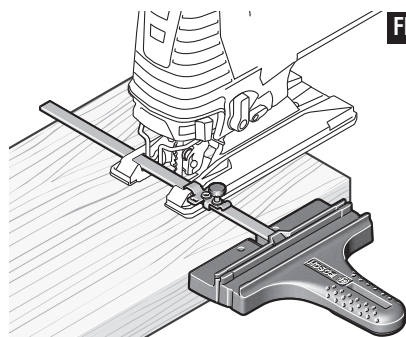

FIG. 14
1. La surface du guide longitudinal doit être positionnée LE LONG de l'ouvrage (Fig. 14).
4. Insérez la fiche de la scie sauteuse dans la source d'alimentation, tenez la scie fermement, comprimez la gâchette et poussez lentement la scie vers l'avant (Fig. 14).